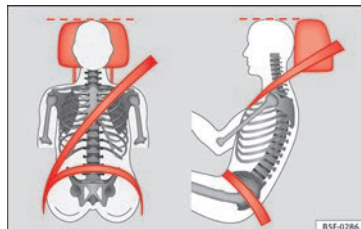

Fig. 75 Visto de frente y de lado: apoyacabezas y cinturón ajustados correctamente.
- Ajuste el apoyacabezas de modo que el borde superior del mismo quede a la misma altura que la parte superior de la cabeza, como mínimo a la altura de los ojos »» **fig. 75**.